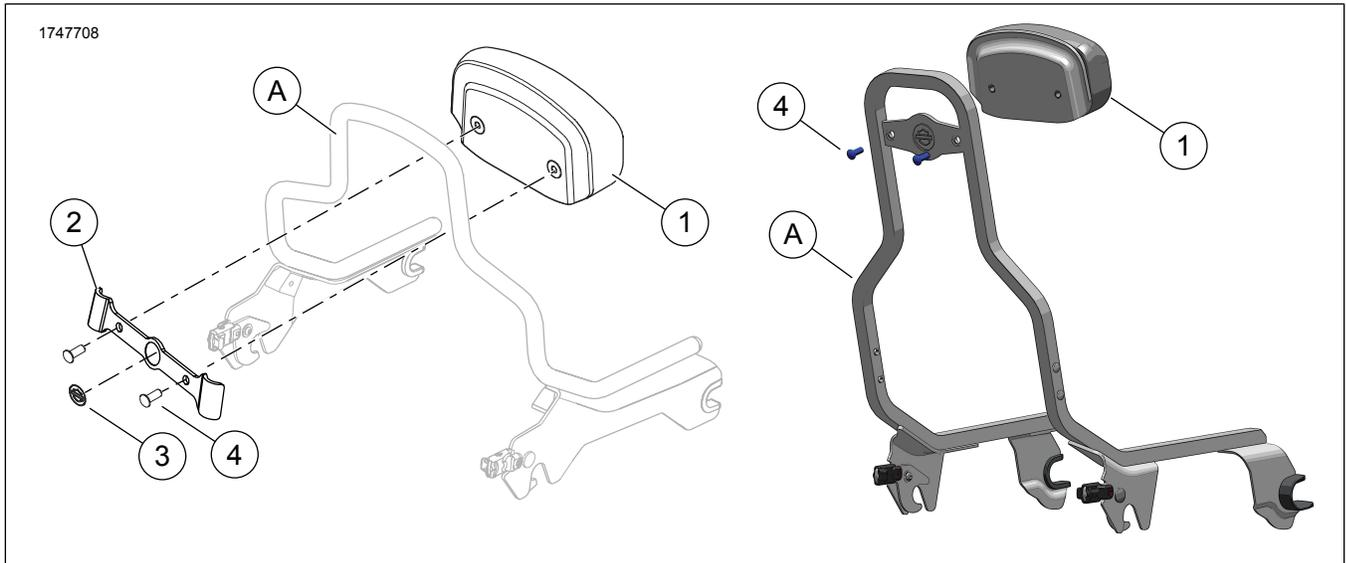

Abbildung 1. Inhalt des Satzes: Rückenlehnenpolstersatz – Kompakt
- Abbildung 1 Rückenlehnenpolster (1) so positionieren, dass die untere Kante an der Oberseite des Original -Soziusbügel (A) ausgerichtet ist.
- Die Seiten der Halterung (3) sind nicht symmetrisch. Sie ist oben schmaler als unten.
- Vor dem Einbauen der Halterung (2) mit einer 1:1-Mischung aus Isopropylalkohol und Wasser die Oberfläche des Original -Soziusbügels (A) gründlich reinigen. Vollständig trocknen lassen. Bei Umgebungstemperatur anbringen 10–32 °C (50–90 °F)
- Die Schutzfolie von der linken und rechten Seite der Halterung (3) abziehen.
- Abbildung 1 Die Montagehalterung so am Polster ansetzen, dass sich der Original -Soziusbügel (A) zwischen Polster (1) und Halterung (2) befindet.
- Die Halterung (2) positionieren und fest auf den Original -Soziusbügel (A) drücken.
- Die Schrauben (4) einsetzen. Festziehen.
- Abbildung 1 Vor dem Einbauen der Halterung (2) mit einer 1:1-Mischung aus Isopropylalkohol und Wasser die Oberfläche des Original -Soziusbügels (A) gründlich reinigen. Vollständig trocknen lassen. Bei Umgebungstemperatur anbringen
- Abbildung 1 Bei Bedarf die Regenschutzfolie über den Schraubenlöchern im Rückenlehnenpolster (1) vorsichtig wegschneiden, damit die Folie nicht vom Gewinde mitgezogen und beschädigt wird.
- Rückenlehnenpolster (1) so positionieren, dass die untere Kante an der Oberseite des Original -Soziusbügel (A) ausgerichtet ist.
- Abbildung 1 Vor dem Einbauen der Halterung (2) mit einer 1:1-Mischung aus Isopropylalkohol und Wasser die Oberfläche des Original -Soziusbügels (A) gründlich reinigen. Vollständig trocknen lassen. Bei Umgebungstemperatur anbringen 10–32 °C (50–90 °F)
4. Abbildung 1 Die Montagehalterung (2) so am Polster (1) ansetzen, dass sich der Original -Soziusbügel (A) zwischen Polster und Halterung befindet.
5. Die Halterung (2) positionieren und fest auf den Original -Soziusbügel (A) drücken.
6. Abbildung 1 Die Schrauben (4) einsetzen. Festziehen.
1. Abbildung 1 Das Polster (1) auf die Halterung (2) ausrichten.
2. Die Schrauben (4) anbringen. Festziehen.